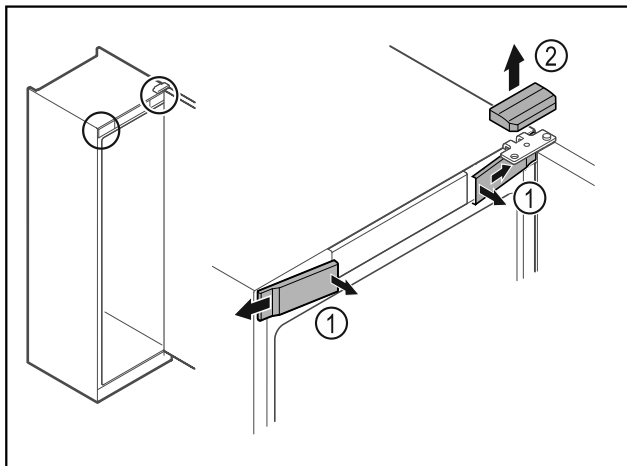

Fig. 8 *
- ▶ Odistite zvnútra predné kryty Fig. 8 (1) a odoberte ich do strany.*
- ▶ Odoberte horný kryt Fig. 8 (2) nahor.*